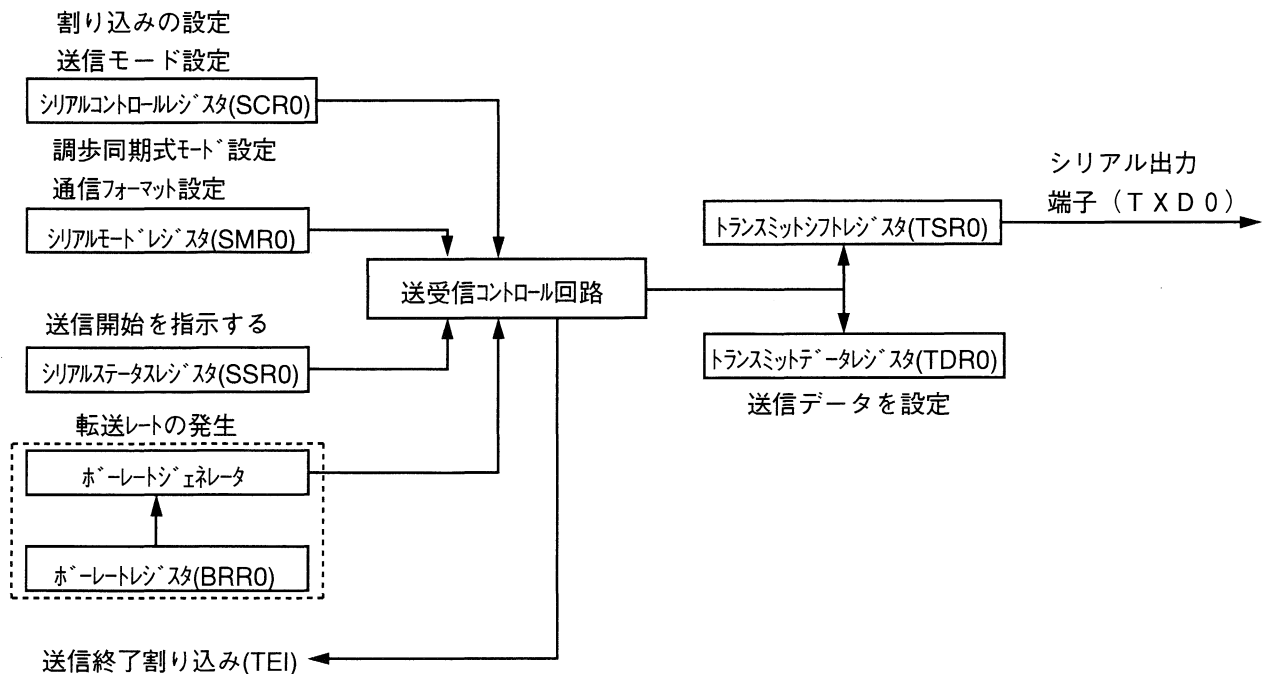

図2 S C I 送信ブロック図
- (1) 本タスク例ではデータの送受信を S C I 0 を使用して行います。また、通信制御端子 ( R T S 、 C T S ) はポート3を使用します。
- (a) 図2に本タスク例で使用する S C I の送信ブロック図を示します。